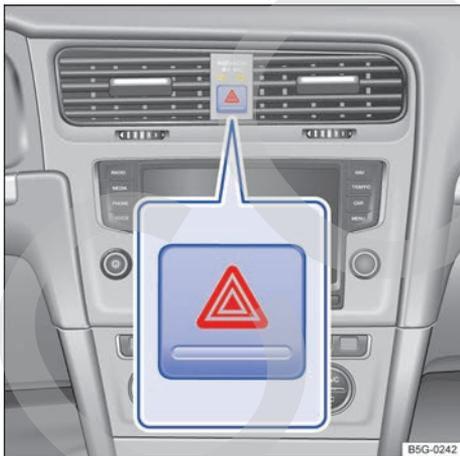

Fig. 51 En la parte superior de la consola central: pulsador de los intermitentes de emergencia.
2. Conecte los intermitentes de emergencia con el pulsador ▲ → fig. 51.